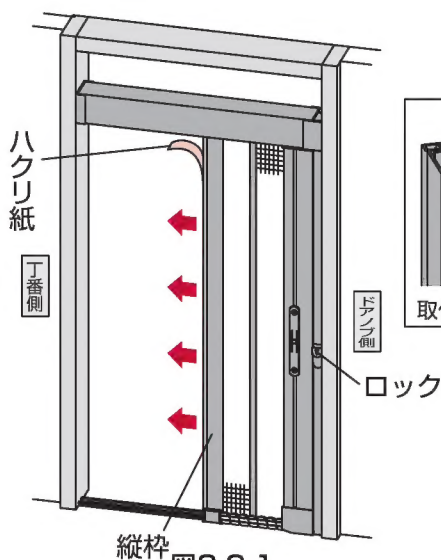

図3-9-1
- ① 「縦枠」の両面テープのハクリ紙をはがして、「縦枠」を丁番側の木枠までスライドさせてしっかりと貼付けてください。(図 3-9-1)